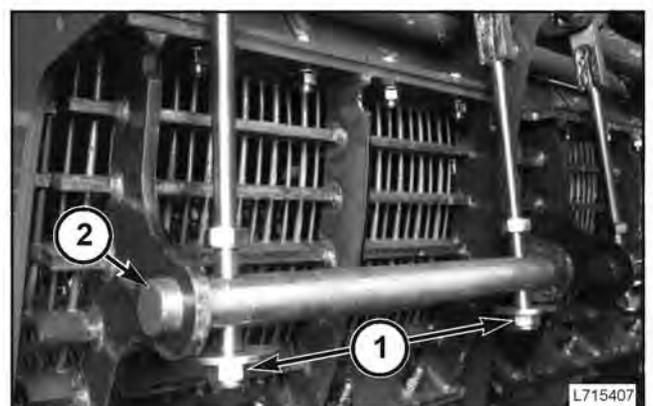

FIG. 167
FIG. 167: Ajustar la posición del cóncavo aflojando o ajustando las tuercas (1) en cada costado de los ejes del cóncavo (2) sobre el lateral derecho de la cosechadora.